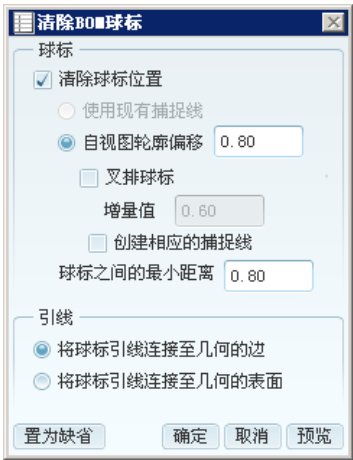

图 7.5.3 “清除 BOM 球标”对话框
Step2. 选择下拉菜单 **编辑(E)** → **清除(U)** → **清除球标** 命令 (或在该视图中右击, 然后在弹出的快捷菜单中选择 **清除BOM球标** 命令), 系统弹出图 7.5.3 所示的对话框。